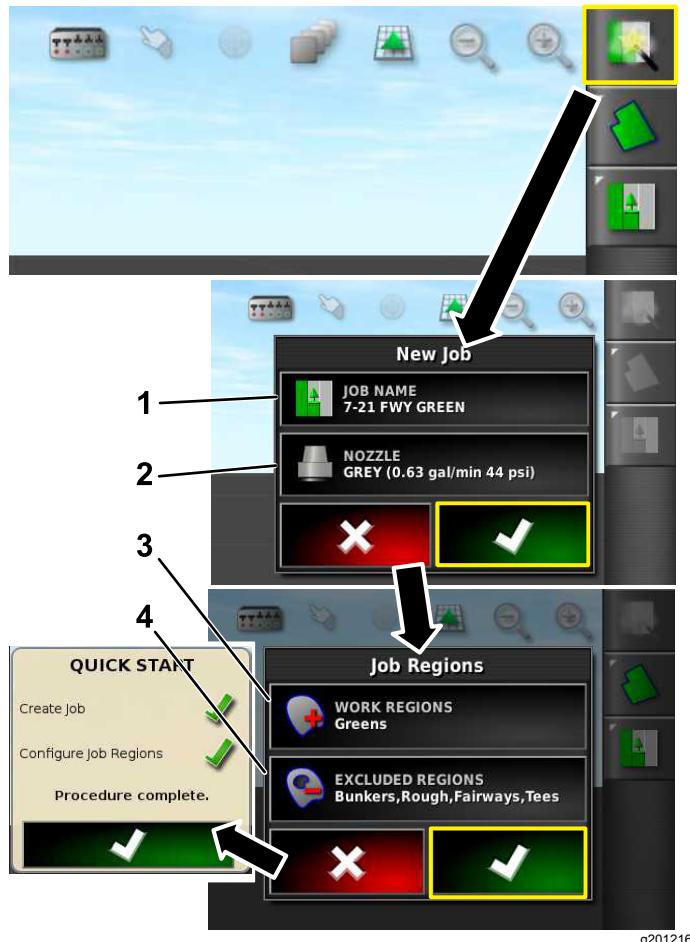

图 8
2. 为工作输入新名称图 8。
4. 选择您打算打药的工作区例如球道、果岭、发球台等图 8。
5. 选择不打药的除外区域沙坑、树木、障碍区等 图 8。